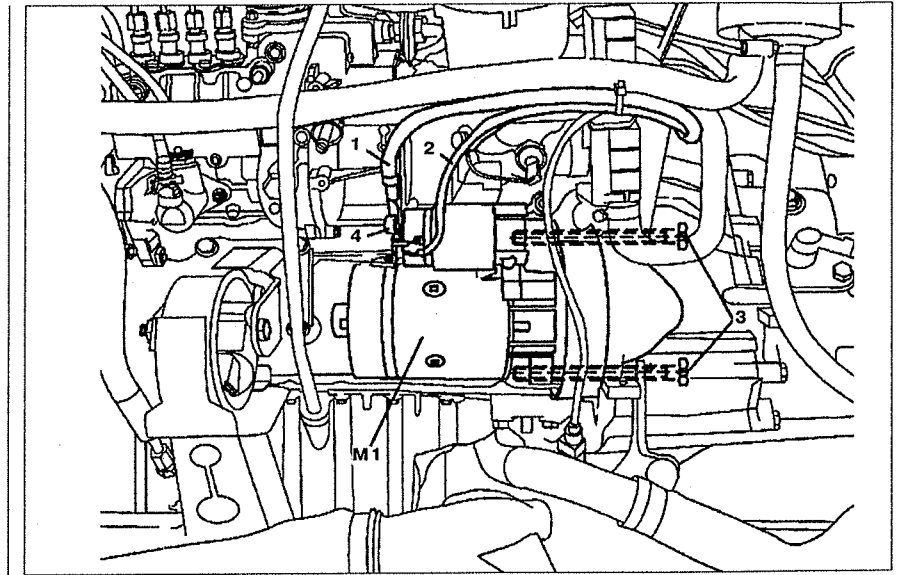

Рис. 2.136. Стартер:
3. Снимите защиту 4 контакта (см.рис.2.136).